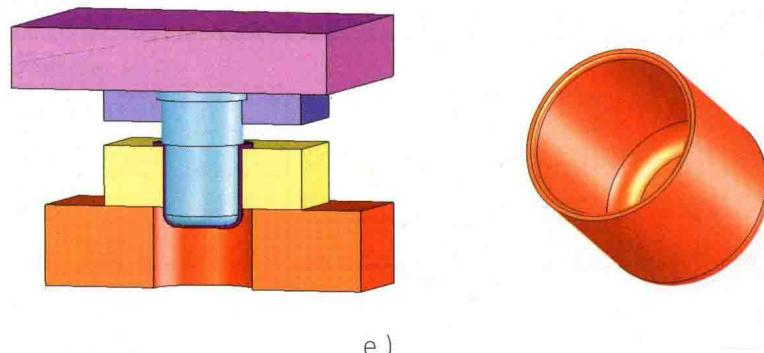

图 1—5 冲裁模简图 (剖视图)
1) 冲裁模 将一部分材料与另一部分材料分离的模具称为冲裁模。图 1—5 所示为冲裁模简图。